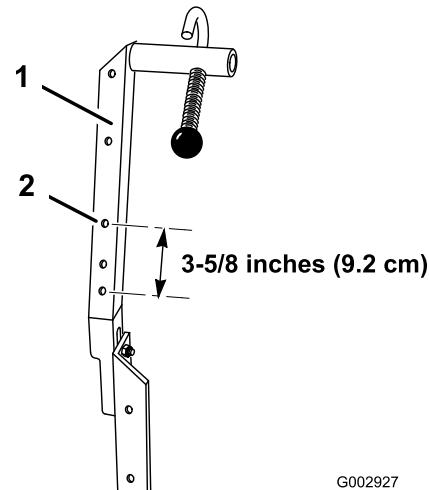

Figure 8
- Pour les machines jusqu'au numéro de série 2599999999 équipées d'une rampe standard, percez un trou (0,9 cm de diamètre) dans le support de rampe droit, à 9,2 cm au-dessus du centre du trou le plus bas (Figure 8).